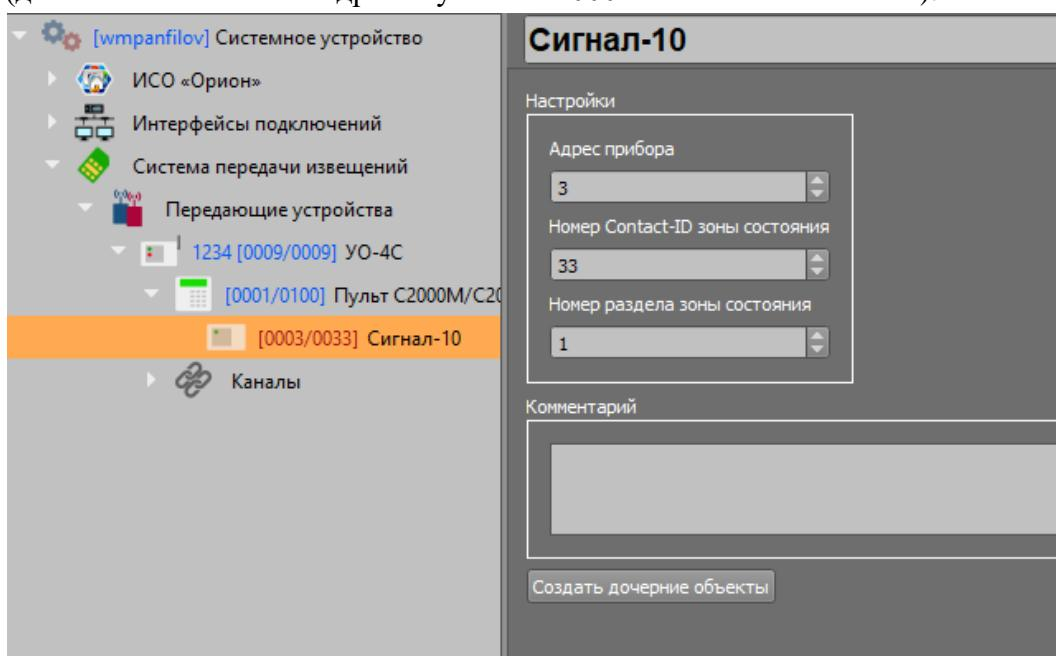

Рисунок 2-25. Свойства объекта «Прибор»
- б) В свойствах объекта «Прибор» (Рисунок 2-25) укажите адрес прибора по 485 линии (должен отличаться от адреса пульта «С2000М» и самого «УО-4С»).